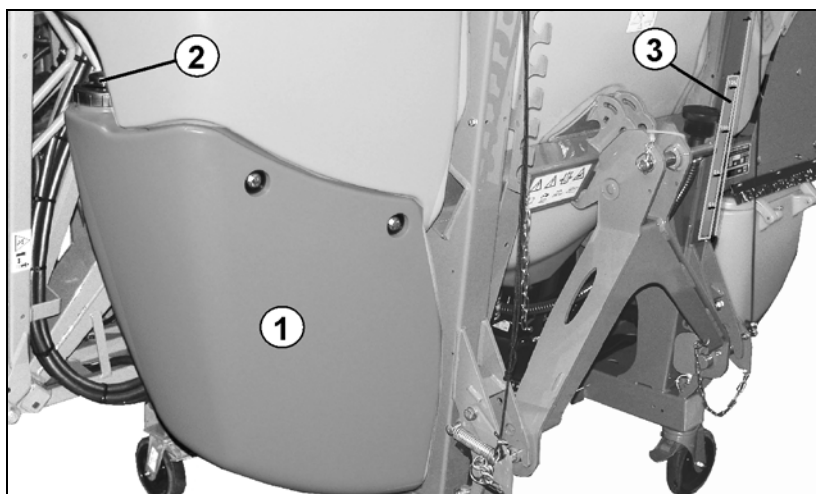

Рис. 41
Включенная мешалка непрерывно перемешивает находящийся в баке раствор, тем самым обеспечивая его однородность. Производительность мешалки регулируется с помощью специального крана (Рис. 41/С).
- Позиция Рис. 41/1: мешалка выкл.
- Позиция Рис. 41/2: мешалка на макс. производительности.